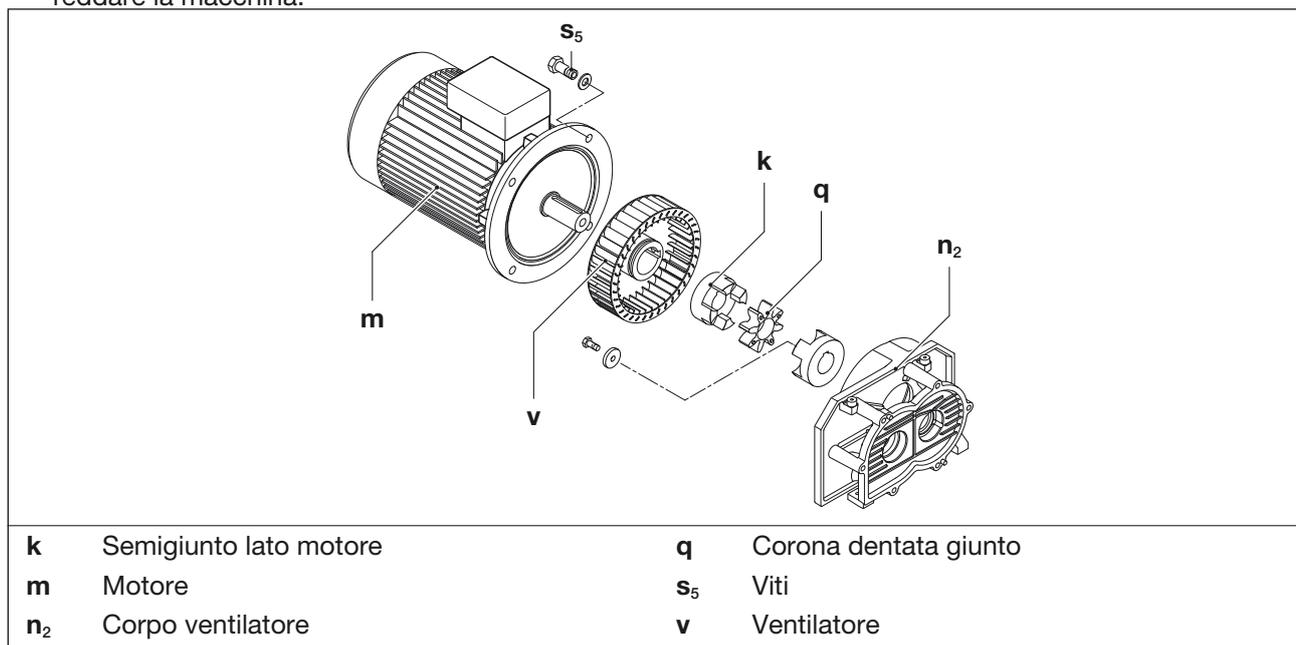

Fig. 8 Giunto
La corona dentata del giunto (Fig. 8/q) è soggetta a usura e deve essere controllata regolarmente (almeno 1 x anno). Anche il ventilatore (Fig. 8/v) deve essere periodicamente controllato in relazione a danneggiamenti.
- b) Appendere il motore (Fig. 8/m) ai golfari mediante dispositivo di sollevamento. Se non sono disponibili golfari, appendere il motore con imbracature rotonde.
- c) Allentare le viti (Fig. 8/s₅) sulla flangia del motore e staccare il motore con la metà del giunto lato motore (Fig. 8/k) dal corpo ventilatore (Fig. 8/n₂) in direzione assiale.
- d) Verificare la corona dentata (Fig. 8/q). Se la corona dentata è danneggiata o consumata, sostituirla.
- e) Controllare il ventilatore (Fig. 8/v) e sostituirlo se necessario.
- f) Far scorrere la corona dentata e il motore con la metà del giunto lato motore in senso assiale e fissare alla flangia del motore con le viti (Fig. 8/s₅). Coppia: 84 Nm.